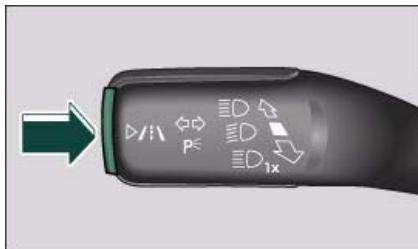

Fig. 128 Palanca de los intermitentes:
- Pulse la tecla  fig. 128 (flecha) para activar y desactivar el sistema. El testigo  del cuadro de instrumentos se enciende o se apaga.